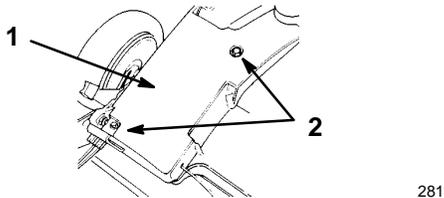

Figure 29
1. Moteur éteint, retirer les deux boulons de fixation du carter de courroie (Fig. 29).
2. Retirer les deux boulons de fixation du carter de courroie au carter de tondeuse (Fig. 29).